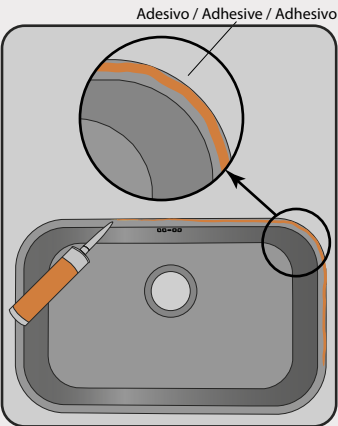
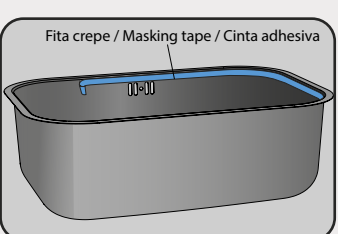
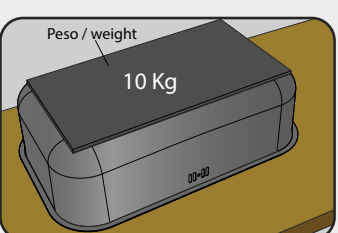

Fig. 4
Fig. 4.1
Fig. 4.2
Para evitar a passagem de água entre a cuba e o tampo é utilizado na borda da cuba o adesivo selante a base de PU com densidade entre 30 e 40. O tempo de cura deste adesivo é de 24 horas. Recomenda-se a aplicação nas extremidades da borda da cuba, para evitar que o adesivo entre em contato com o interior da peça (fig. 4). Para proteger o interior da peça pode se usar fita crepe (fig. 4.1). Em seguida a cuba é colocada cuidadosamente na posição onde será fixada. Para garantir que a cuba não se desloque de sua posição, e garantir que toda a borda esteja em perfeito contato com o tampo de granito, é colocado um peso de até 10 Kg sobre a mesma (fig. 4.2).
*To avoid water flowing between the bowl and countertop, use a PU based sealant with density between 30 and 40. It is necessary 24 hours to well fix the sealant. It is recommended to apply in the bowl corners to avoid the adhesive contact into the piece (fig. 4). To protect the product, it is possible to use a tape (fig. 4.1) Then carefully place the bowl in its final position. Place a 10 kg maximum weight over the bowl to ensure it will not move from its position and all edges are in perfect contact with the countertop (fig. 4.2).*
*Para evitar que pase agua entre la cubeta y la mesada se usa el adhesivo sellador a base de PU con densidad entre 30 y 40. El tiempo para una buena fijación del adhesivo es 24 horas. Se recomienda aplicar el adhesivo en los bordes de la cubeta (fig. 4). Para protección del producto, puede usar una cinta (fig. 4.1). Enseguida se coloca la cubeta cuidadosamente en la posición en la que se vaya a fijar. Para garantizar que la cubeta no se desplace de su lugar y que todo el borde esté en perfecto contacto con la mesada, se pone un peso (hasta 10 kg) dentro de ella (fig. 4.2).*